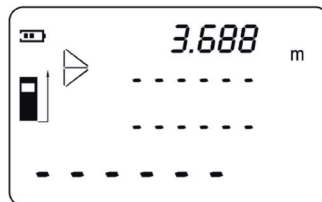

Fig. 21
5. Premere il tasto "Read" per visualizzare la lunghezza misurata AB nella prima riga del display (fig. 21).